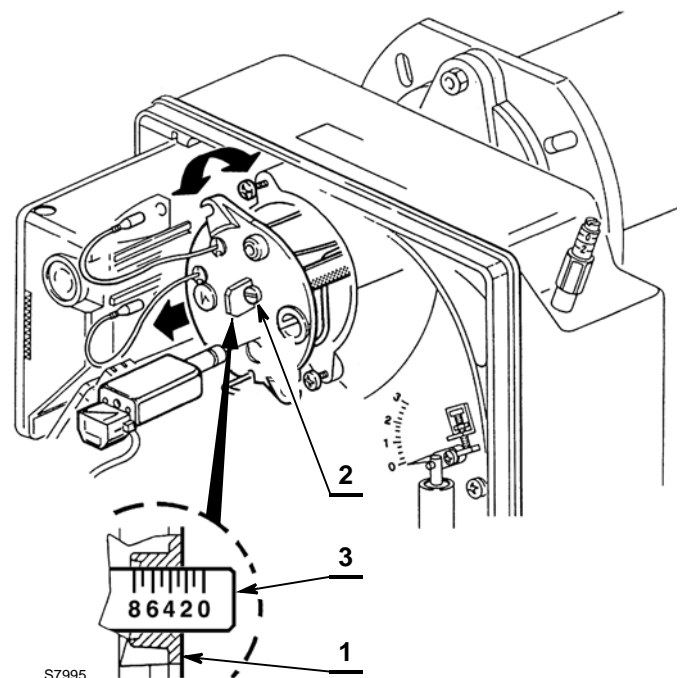

Abb. 19
- Die Stellschraube 2) (Abb. 19) so weit im oder gegen den Uhrzeigersinn drehen, bis die auf der Einstellspindel markierte Raste 3) mit der Außenfläche des Düsenstocks 1) übereinstimmt.